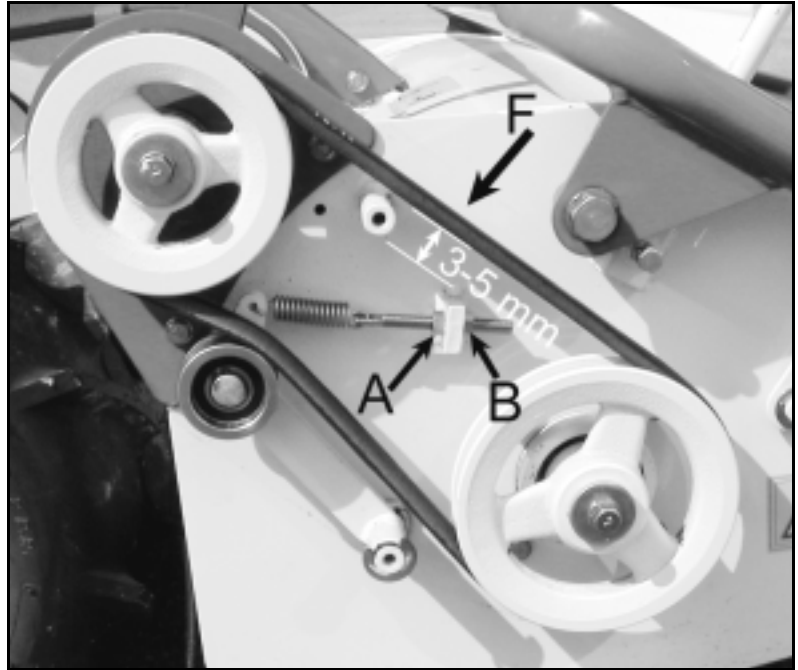

Figure 21
- Quand vous appuyer sur cette courroie avec un doigt (figure 21, repère A) la flèche doit être comprise entre 3 et 5 mm (figure 21).
- Si la courroie est trop tendue, dévissez le contre écrou A (figure 21). Dévissez l'écrou B (figure 21) jusqu'à obtenir la flèche correcte.
- Si la courroie n'est pas assez tendue, dévissez le contre écrou A (figure 21). Vissez l'écrou B (figure 21) jusqu'à obtenir la flèche correcte.